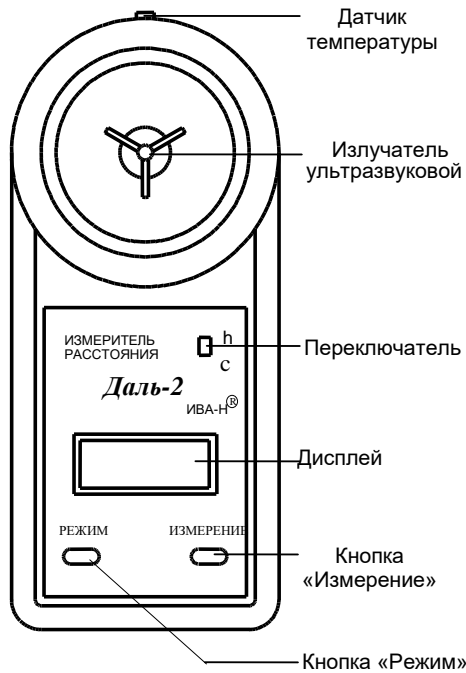

Рис. 1. Измеритель расстояния «Даль-2» (лицевая панель)
4.1. Переключатель **h - c** (рис.1) установить в положение **h**. Нажать кнопку «Измерение». На дисплее кратковременно высветится номер версии прибора (технологический параметр), а затем - значение напряжения батареи питания, в вольтах, например (  $15.0$  ). Если напряжение питания ниже 5 В или оно не индицируется, элементы питания следует заменить.